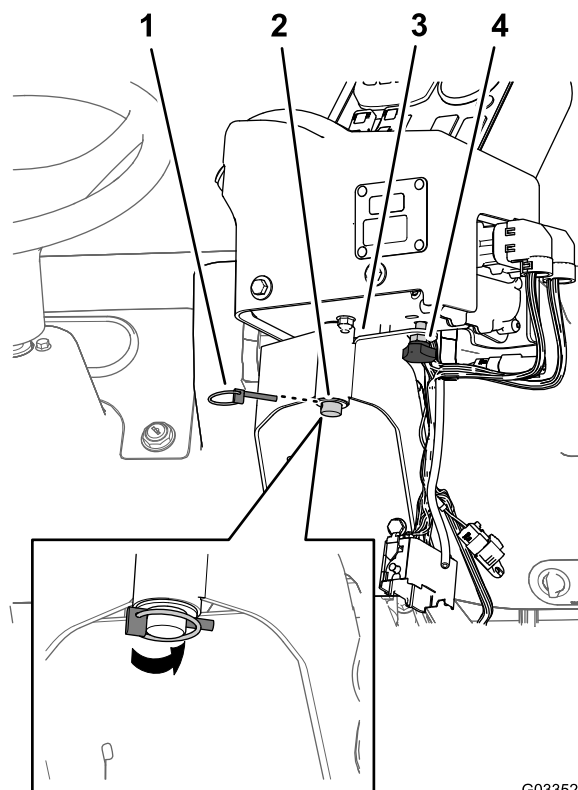

Figura 18
2. Instale a consola de controlo no suporte de montagem de controlo e prenda a consola utilizando o pino do clipe de mola (Figura 18).
3. Instale o botão manual e aperte-o para evitar que a consola rode durante a operação (Figura 18).